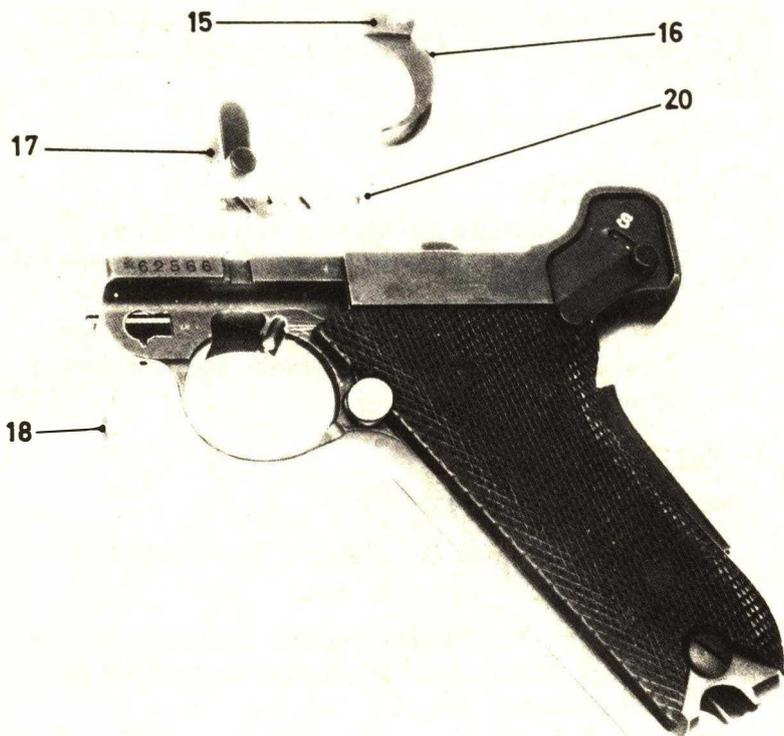

Figure 20
1. Détente (Figure 20)
a. Démontage (Figure 20)